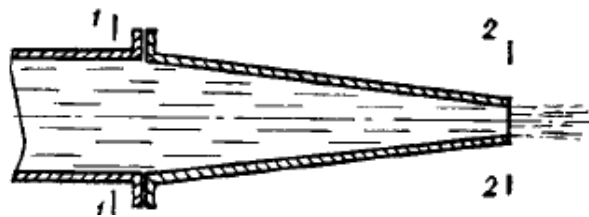

Рис. 3
5. Определить давление p_1 в сечении 1-1 горизонтально расположенного сопла гидромонитора (рис. 3), необходимое для придания скорости в воде в выходном сечении 2-2 v_2 , если скорость движения воды в сечении 1-1 v_1 .